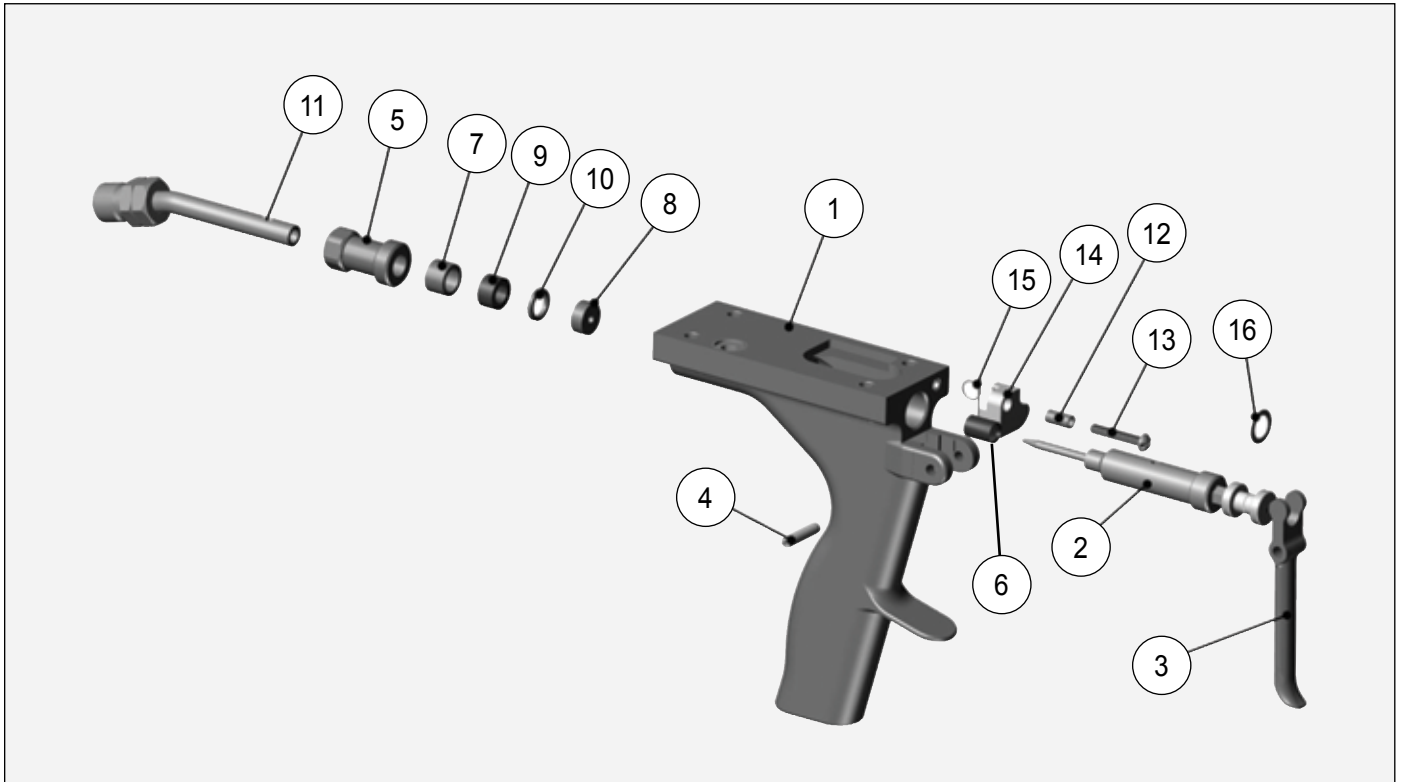

Abbildung 21: Grafik der Griff-Baugruppe
- Legen Sie die Griff-Baugruppe auf die mit einem „X“ markierte Seite (siehe Abbildung 21) und stützen Sie den Bereich unter den Abzugsangeln ab, wobei der Spannstift frei bleibt.
GRAFIK DER GRIFF-BAUGRUPPE (Abbildung 21)
5. Drehen Sie die Griff-Baugruppe so um, dass die mit einem „X“ markierte Seite nach oben liegt (Siehe Abbildung 21). Führen Sie den Abzug ein und stellen Sie dabei sicher, dass die gebogene untere Spitze des Abzugs vom Griff weg und die Druckscheibe zur Vorderseite des Abzugs zeigt.